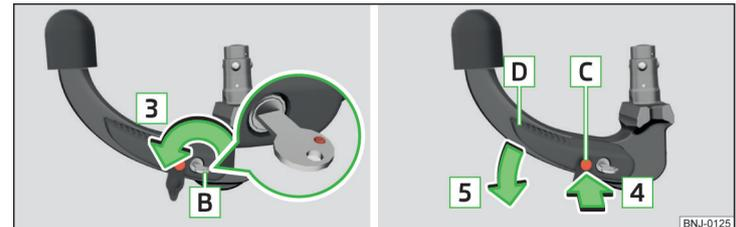

Abb. 131 Schloss entriegeln / Auslösebolzen hineindrücken und Bedienungshebel drücken
- Den Schlüssel **B** in Pfeilrichtung **3** drehen, sodass dessen rote Markierung nach oben zeigt » Abb. 131.